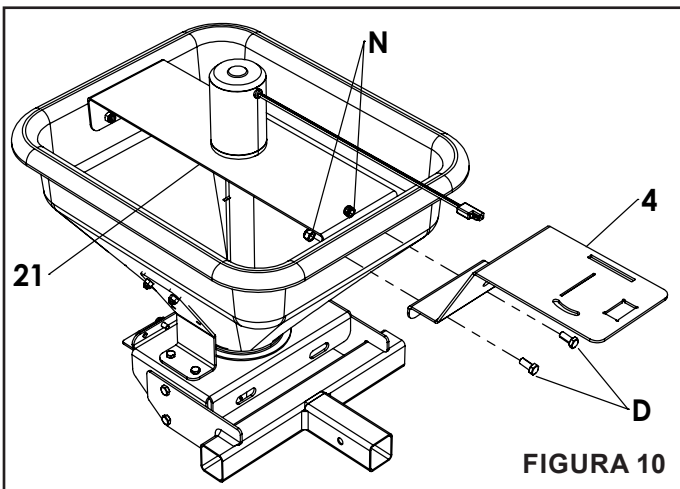

FIGURA 10
PASO 10: (VER FIGURA 10)
- Coloque el conjunto del soporte de control (4) en la parte exterior de la tolva (en el lado del enganche (6)). Colóquelo como se muestra
- Instale dos pernos hexagonales (D) a través de (4), (18) y (21).
- Asegure con dos tuercas hexagonales (N).